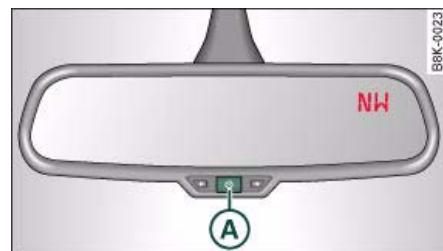

Fig. 55 Retrovisor interior: Brújula digital activada
- Para activarla o bien desactivarla, pulse la tecla **(A)** hasta que la indicación de la brújula aparezca o desaparezca en el espejo del retrovisor ⇒ fig. 55.
- Pulse la tecla **(A)** ⇒ fig. 55 hasta que el número de la zona del campo magnético ajustada aparezca en el retrovisor interior.